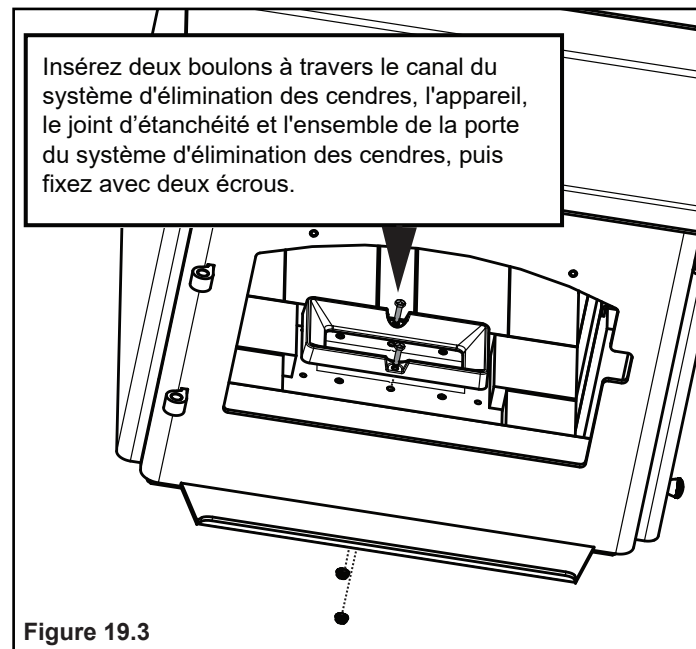

Figure 19.3
- À l'aide de deux boulon et deux écrous à embase, fixez la rainure de l'ARS avec la clé ouverte 3/8 et la clé à douille 7/16 (**Figure 19.3 on page 19**).
11. À l'aide de 2 boulon et deux écrous à embase, fixez la rainure de l'ARS avec la clé ouverte 3/8 et la clé à douille 7/16 (**Figure 19.3 on page 19**).